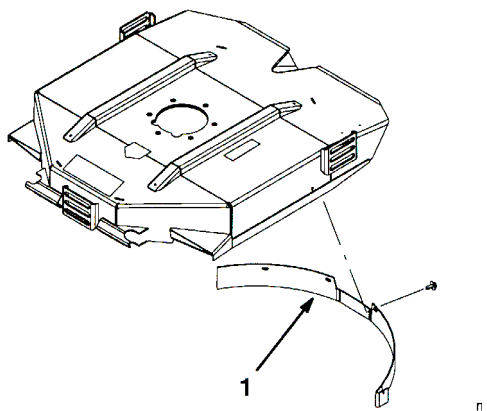

図5
2. 後部の開口にマルチング・バッフルを取り付け、フランジ・ヘッド・ネジ5本で固定する (図5)。